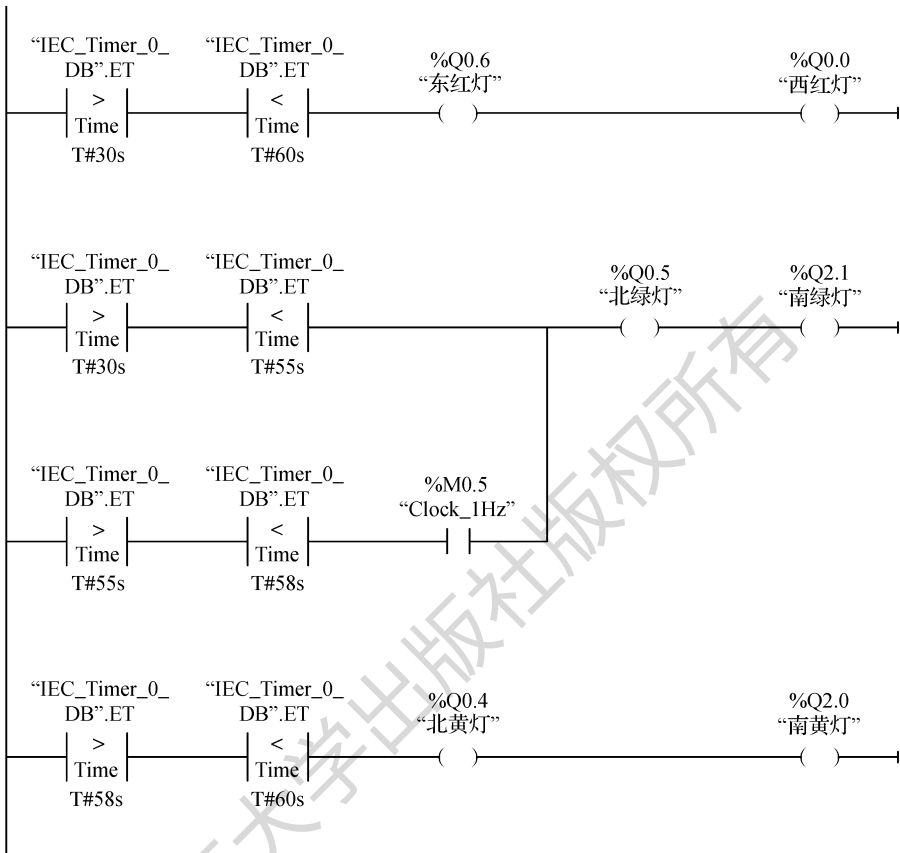

图 2-13 程序段 3
(3) 程序段 3: 设置后 30 s 交通灯的控制要求, 在 30—60 s 东西红灯常亮, 30—55 s 南北绿灯常亮, 55—58 s 南北绿灯以 1 Hz 频率闪烁, 58—60 s 南北黄灯常亮, 如图 2-13 所示。